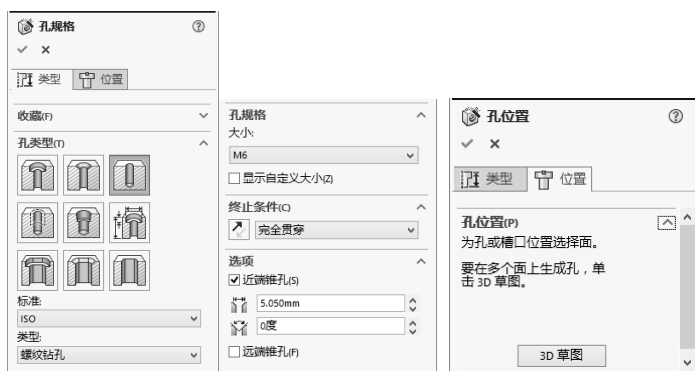

图 3-81 设置销孔参数
**08** 创建销孔特征。设置销孔参数。单击“特征”控制面板中的“异型孔向导”按钮,在“孔规格”属性管理器中设置销孔参数,如图 3-81 所示。